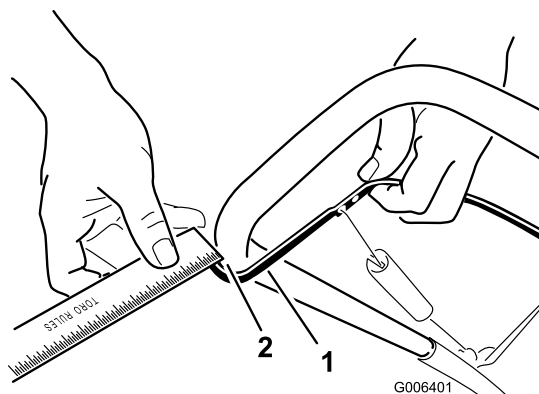

Figure 21
Rapprochez la barre de commande du guidon pour tendre le câble de commande (Figure 21).
Remarque: Vérifiez que la barre de commande et le guidon sont espacés de 2 à 3 mm (1/16 à 1/8 po) (Figure 21).
2. Accrochez le raccord en Z à un trou plus haut ou plus bas sur la biellette de réglage de manière à obtenir un espace de 2 à 3 mm (1/16 à 1/8 po) entre la barre de commande et le guidon (Figure 21).